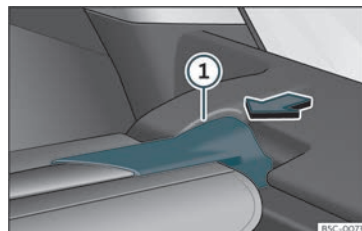

Fig. 119 Al maleter: desmuntar la safata.
- Premeu el suport de la safata»» fig. 119 ① en el sentit de la fletxa.
- Encaixeu el suport de la safata»» fig. 119
- ① en l'allotjament de l'altre costat.